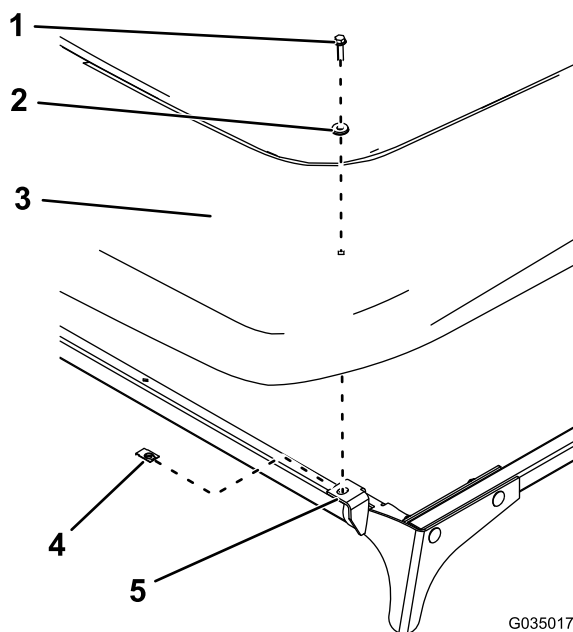

Figura 32
1. Installate il parasole sulle piastre anteriori utilizzando 2 graffette, 2 rondelle di tenuta e 2 dadi esagonali flangiati (1/4 x 1"), come mostrato nella Figura 32.